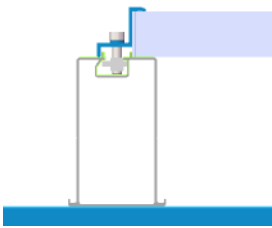

图4
b.将太阳能板放在轨道的一边，第一块板（第一列下侧电池板）安装时将太阳能电池板按照图纸尺寸放置，量好宽形横梁135离电池板边缘的长度达到设计数值后用宽形侧压块组件和U25中压块组件固定。(图3、图4)。